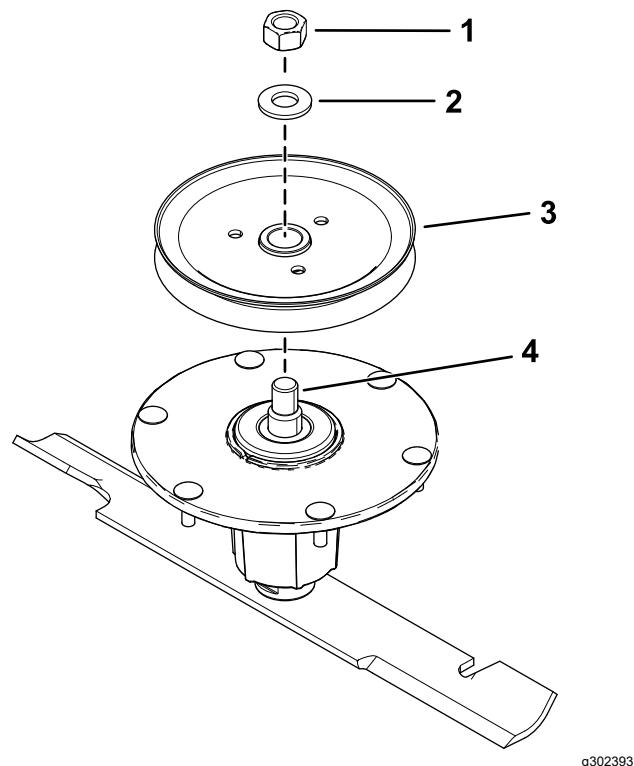

Figure 6
- Retirez l'écrou supérieur, la rondelle et la roue à gorge de l'axe (Figure 6).